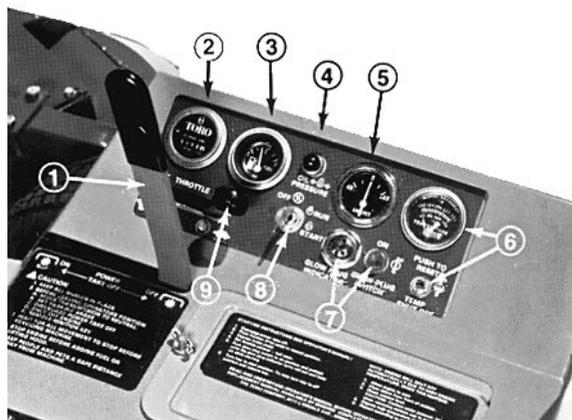

Figure 7
- 2. Mettre la commande des gaz sur FAST (Fig. 7).
- 4. Mettre la clé de contact sur START (Fig. 7). Relâcher la clé immédiatement lorsque le moteur démarre et la laisser revenir sur RUN. Mettre la commande des gaz sur SLOW.